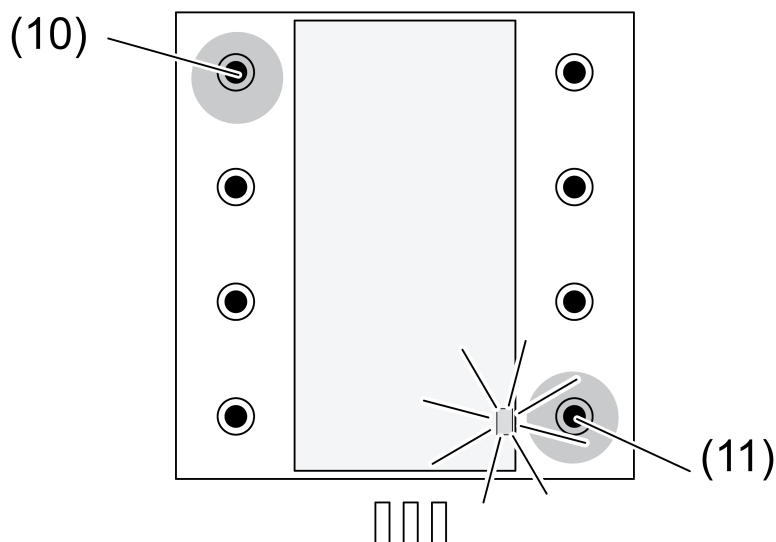

Figure 4: Activation du mode de programmation pour les touches de canal
- Appuyer simultanément pendant plus de 4 secondes sur les touches supérieure gauche (10) et inférieure droite (11) (figure 4).
- Appuyer simultanément pendant plus de 20 secondes sur les touches supérieure gauche (10) et inférieure droite (11) (figure 4).